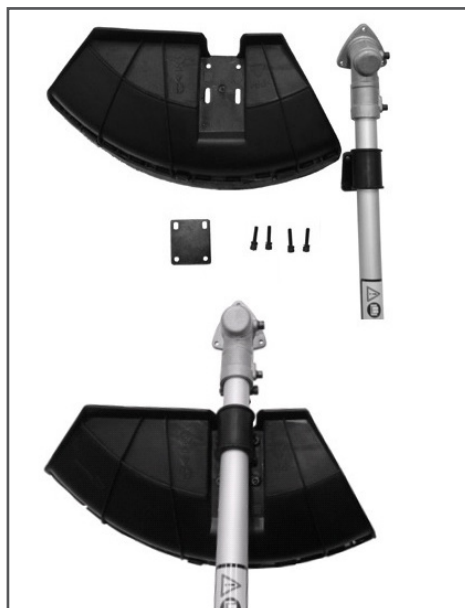

Рис. 3 Установка защитного кожуха
1. Установите на штангу защитный кожух и зафиксируйте его четырьмя винтами (Рис. 3).